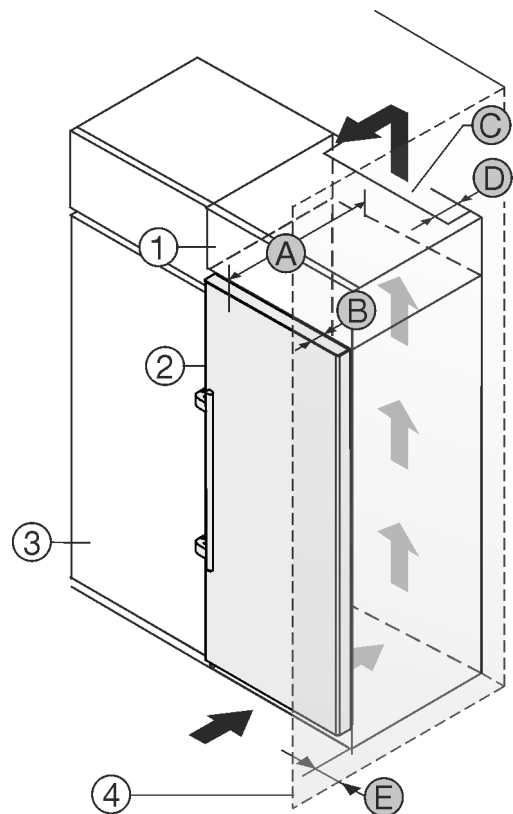

Fig. 24
Das Gerät kann mit Küchenschränken umbaut werden. Um das Gerät *Fig. 24 (2)* der Küchenzeilenhöhe anzugleichen, kann über dem Gerät ein Aufsatzschrank *Fig. 24 (1)* angebracht werden.
Wird das Gerät direkt neben einem Küchenschrank *Fig. 24 (3)* aufgestellt, so ist ein Abstand von mind. 5cm zum Gerät notwendig. Um die Türe vollständig öffnen zu können, muss das Gerät um die Tiefe *Fig. 24 (B)* gegenüber der Küchenschrankfront vorstehen. Abhängig von der Tiefe der Küchenschränke und Verwendung von Wandabstandshaltern kann das Gerät weiter herausragen.
- An der Rückseite des Aufsatzschrankes muss ein Abluftschacht mit der Tiefe *Fig. 24 (D)* über die gesamte Aufsatzschrankbreite vorhanden sein.
- Unter der Raumdecke muss der Entlüftungsquerschnitt *Fig. 24 (C)* eingehalten werden.
Wenn das Gerät mit den Scharnieren neben einer Wand *Fig. 24 (4)* aufgestellt wird, muss der Abstand *Fig. 24 (E)* zwischen Gerät und Wand eingehalten werden. Dies entspricht dem Griffüberstand bei geöffneter Tür.